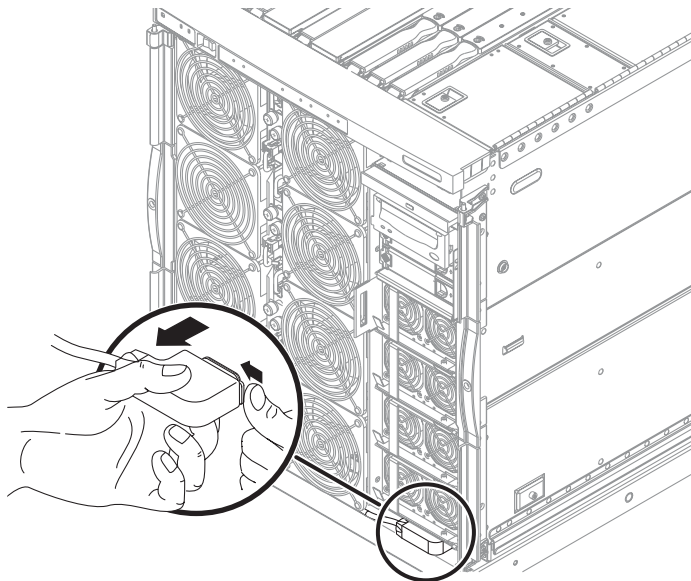

図 7-5 ファントレーの電源コネクタの外し方
5. ファントレーの電源コネクタのラッチを解除して、コネクタを外します (図 7-5)。
6. ファントレーの電源コネクタを接続します。ねじ回しで固定クリップを右に押しながら、コネクタをやや上に向けて押し込んで固定します (図 7-5)。